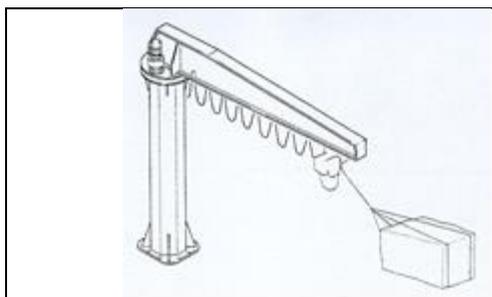

fig. 54
- **Nelle manovre di sollevamento** l'operatore dovrà evitare di appoggiare il gancio a terra o sui carichi da sollevare, per non procurare il bando della catena. L'operatore dovrà tassativamente evitare di effettuare tiri obliqui con la catena, che risultano essere sempre pericolosi e mal controllabili (fig. 54).